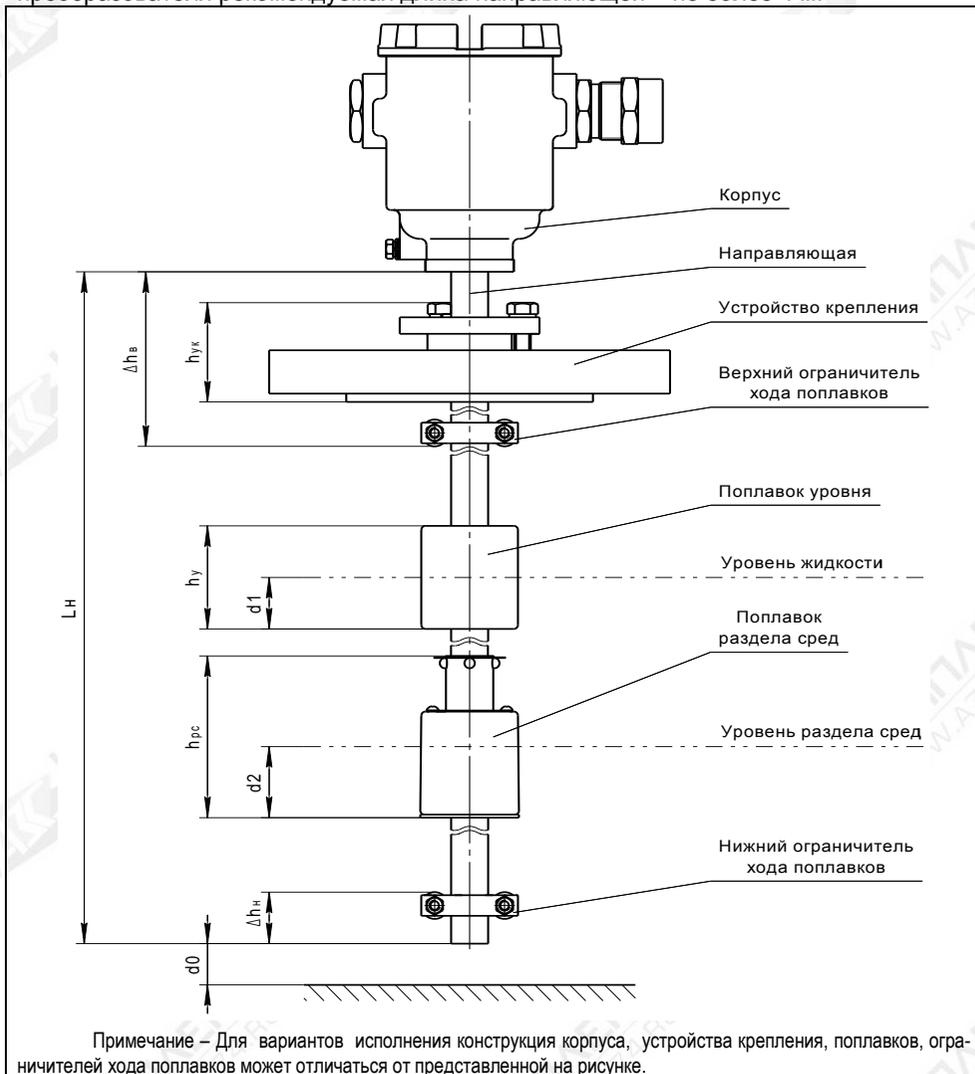

Рисунок 1
1.2.4 Нижний предел измерений уровня  $H_n$  (см. рисунок 1) определяется по формуле, мм:
Величина верхней неизмеряемой зоны  $\Delta h_b$  определяет положение верхнего ограничителя хода поплавка (см. рисунок 1). При выпуске из производства она устанавливается не более:
1.4.1 Преобразователь (см. рисунок 1) состоит из корпуса, соединённого с направляющей, на которой устанавливаются: устройство крепления, поплавки уровня, раздела сред и ограничители хода поплавков.